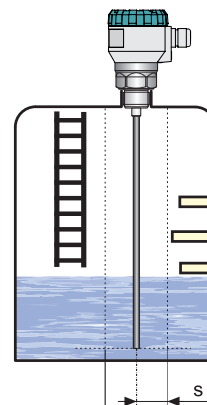

Рис. 12: Установка уровнемера вне пределов препятствия в баке
- Электромагнитная направленная волна, исходящая от уровнемера, создает вдоль электрода электромагнитное поле. Предметы, близко расположенные к электроду, нарушают данное электромагнитное поле и влияют на измерения. Поэтому вдоль электрода установлена **защитная зона** радиусом **300 мм**. Рекомендуется установить уровнемер в баке таким образом, чтобы предметы, размещенные внутри бака (лестницы, различные перегородки, мешалки и т.п.) не попадали в эту защитную зону – см. рис. 12.